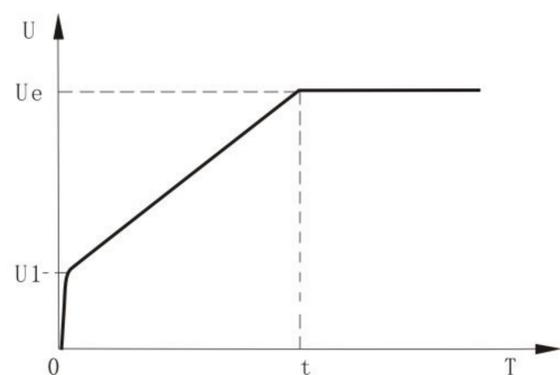

图6-2
- ① 代码F9设为1（电压）时为电压起动模式。图6-2给出了电压斜坡起动的输出电压波形。其中U1为起动时的起始电压值，当电机起动时，在电机电流不超过额定值400%的范围内，软起动器的输出电压迅速上升至U1，然后输出电压按所设定的起动参数逐渐上升，电动机随着电压的上升不断平稳加速，当电压达到额定电压Ue时，电机达到额定转速，旁路接触器吸合，起动过程完成。
- ② 起动时间：t时根据标准负载，在标准试验条件下所得的控制参数，RPR5000系列软起动器以此参数为基准，通过控制输出电压使电机平稳加速以完成起动过程，并非机械的控制时间t而不论电机加速是否平稳，鉴于此，在负载较轻时，起动时间往往小于设定的启动时间，只要能顺利起动则属正常。一般而言，电压斜坡起动模式适用于对起动电流要求不严而对起动平稳性要求较高的场合。